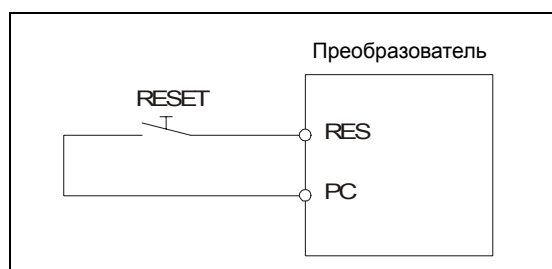

Рис. 7-3:
- Путем включения сигнала RESET (соединение клемм RES и SD при использовании отрицательной логики или, как изображено на рис. 7-3 при использовании положительной логики, клемм RES и PC) на время не менее 0,1 с и последующего его отключения. В процессе перезапуска на индикаторе мигает сообщение «Err.»